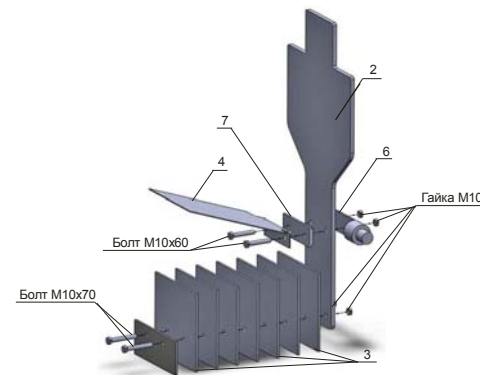

Рис.2. Схема сборки языка с противовесом и сигнальным флажком.
6.3. Установить на язык мишени 2 ось 6, прижим 7 и флажок 4 в соответствии с рис. 2 и стянуть их болтами M10 \times 60.
6.4. Установить на язык мишени 2 противовес 3 в соответствии с рис. 2 и стянуть их болтами M10 \times 70.